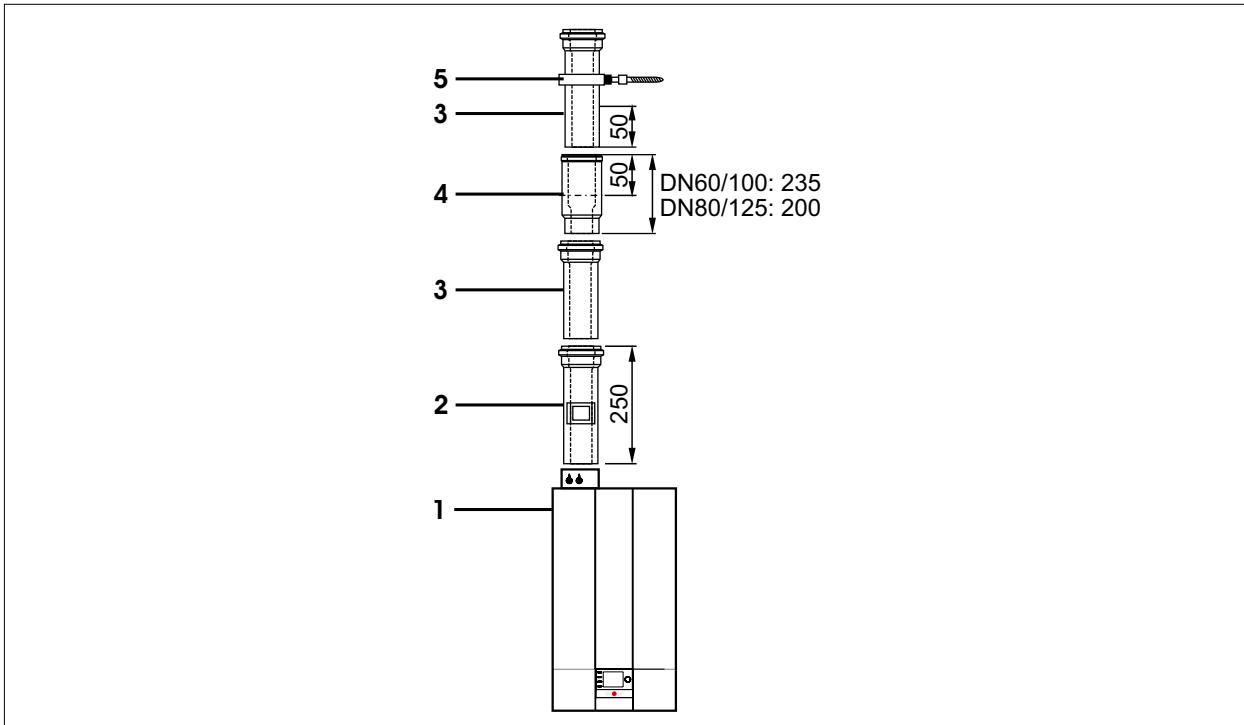

Abb. 5.9 Beispiel Luft-/Abgasführung [mm]
- ▶ Trennvorrichtung (6) ([Abb. 5.9 Beispiel Luft-/Abgasführung \[mm\]](#)) bis zum Anschlag in die vorhergehende Muffe (5) schieben.
- ▶ Nachfolgendes Luft-/Abgasrohr (5) 50 mm in die Muffe der Trennvorrichtung (6) schieben.
- ▶ Luft-/Abgasrohr (5) in dieser Position unbedingt fixieren, z. B. mit Abstandsschelle (7) oder luftseitig mit Sicherungsschraube.